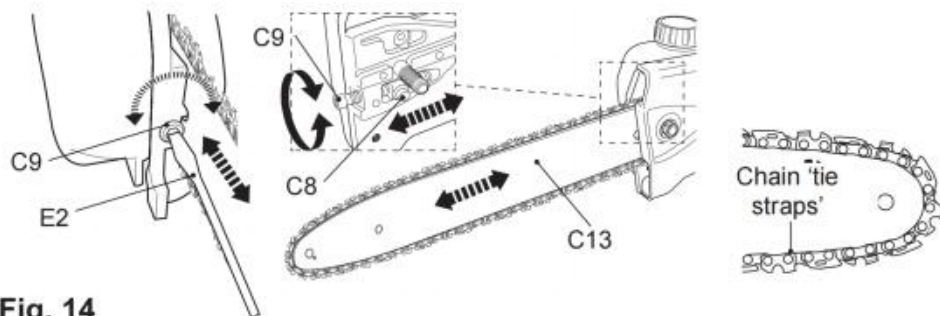

Fig. 14
- 3) Enrosque el tornillo de tensión (C9) en el sentido de las agujas del reloj o en sentido contrario para ajustar el pasador de tensión (C8) / barra guía (C13) hasta que las "correas de sujeción" de la cadena toquen el borde inferior de la barra guía (Fig. 14).